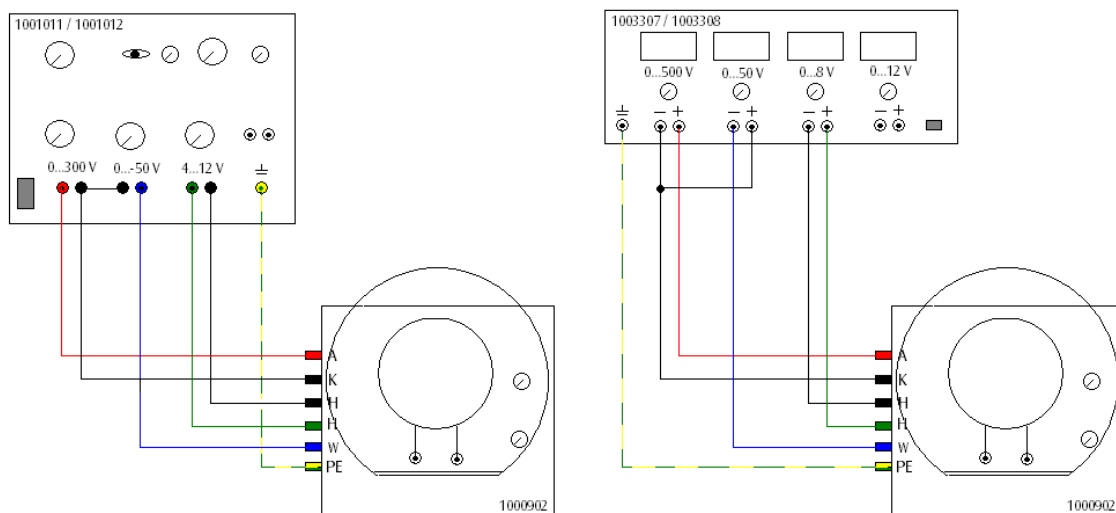

Fig.2 Desvio elétrico do feixe de elétrons (esquerda: com fonte de alimentação 1001011 / 1001012, direita: com fonte de alimentação 1003307 / 1003308).
- Efetuar a conexão do tubo conforme a fig. 2.